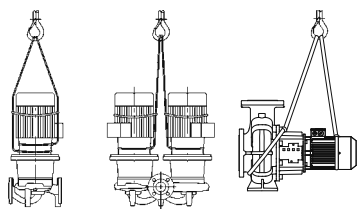

Fig. 6: 运输水泵
- 电机上的运输吊环这里只用于起吊时穿引吊具之目的（Fig. 6）。